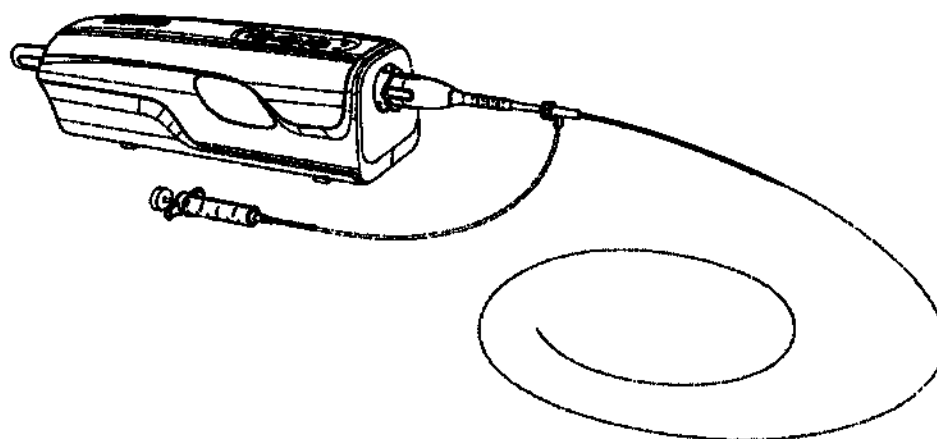

Рисунок 5 - Присоединение визуализирующего катетера к РПУ
- Информацию о процессе присоединения визуализирующего катетера к PIU см. в ИПП системы визуализации методом ОКТ. (См. рисунок 5)